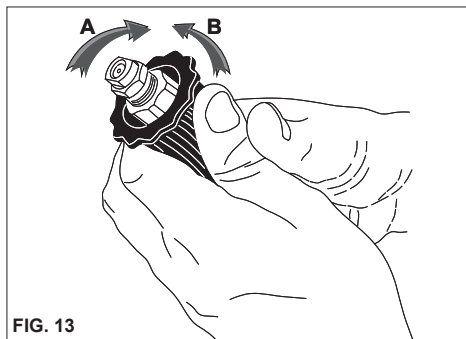

FIG. 13
USO DEL CABEZAL REGULABLE (Fig. 13).
- Cuando no utilice la hidrolimpiadora, cierre el dispositivo de seguridad de la empuñadura. (fig. 13)